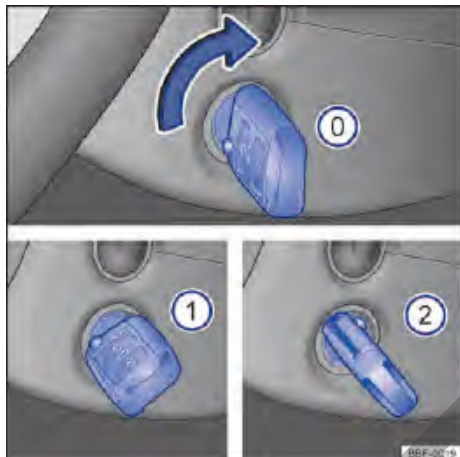

Fig. 94 Al lado del volante de la dirección, a la derecha: posiciones de la llave del vehículo en la cerradura de encendido.
Posiciones de la llave del vehículo → **fig. 94**
- ① Encendido desconectado. La llave del vehículo puede ser retirada.
- ② Encendido conectado.
- ③ Pise el pedal del freno (*vehículos con transmisión automática*), o el pedal del embrague (*vehículos con transmisión manual*) y encienda el motor. Cuando el motor arranque, suelte la llave del encendido. Al soltar, la llave del vehículo vuelve a la posición → **fig. 94** ①.
- *Vehículos con cerradura de encendido*: girar la llave del vehículo a la posición → **fig. 94 ①**. El encendido está conectado.
- *Vehículos con cerradura de encendido*: gire la llave del vehículo en la tamber de ignición hacia la posición → **fig. 94 ②** – no acelerar. Cuando el motor comience a funcionar, soltar la llave del vehículo en la cerradura de encendido.
- *Vehículos con cerradura de encendido*: girar la llave del vehículo en la cerradura de encendido a la posición → fig. 94 .